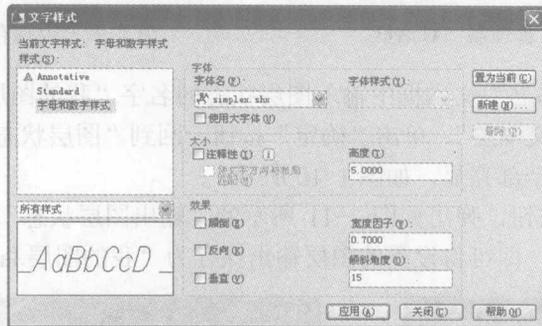

图 1-14 创建“字母与数字样式”
3) 单击“确定”按钮，返回“文字样式”对话框。在“字体名”下拉列表中选择“simplex.shx”选项，在“高度”文本框中输入“5”，在“宽度因子”文本框中输入“0.7”，在“倾斜角度”文本框中输入“15”，如图 1-14 所示，单击“应用”按钮。